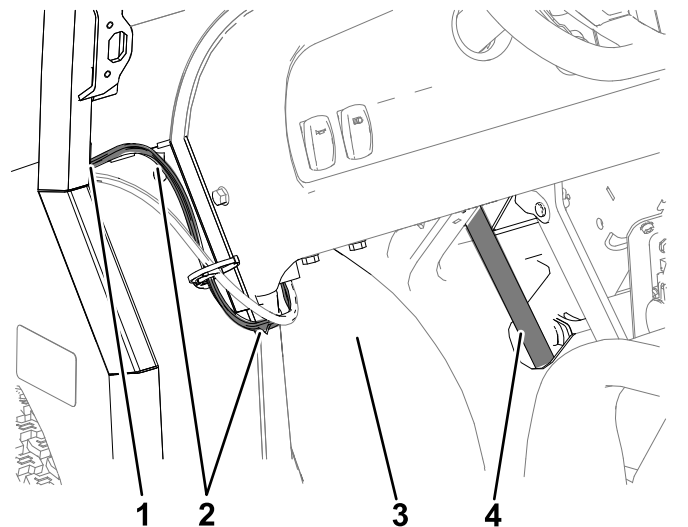

図 44
2. 運転席側のサイドピラーAの上部についている穴に、ワイヤハーネスの2ソケットコネクタを入れ、フレームの中を通してピラーの下まで導く 図 44。
3. ワイヤハーネスを、前方の、フェンダーとステアリングコラムの間に通す 図 44と図 45。